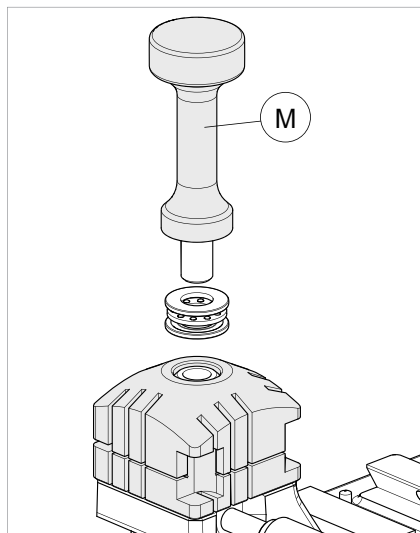

Fig. 41
- 2) Desenroscar del todo el pomo (M1) y sacarlo junto con el set arandela (Fig. 41).